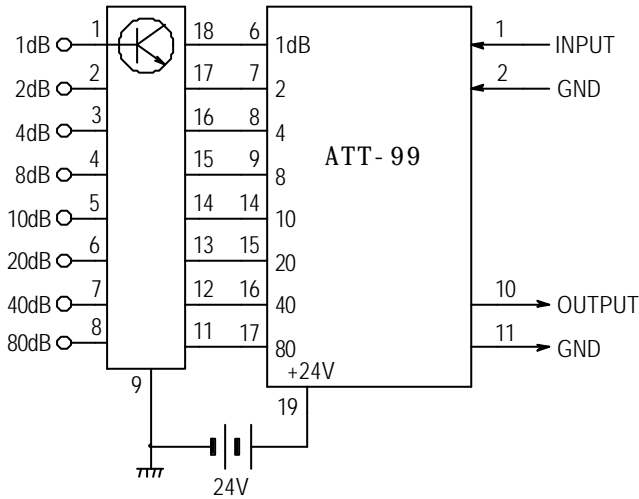
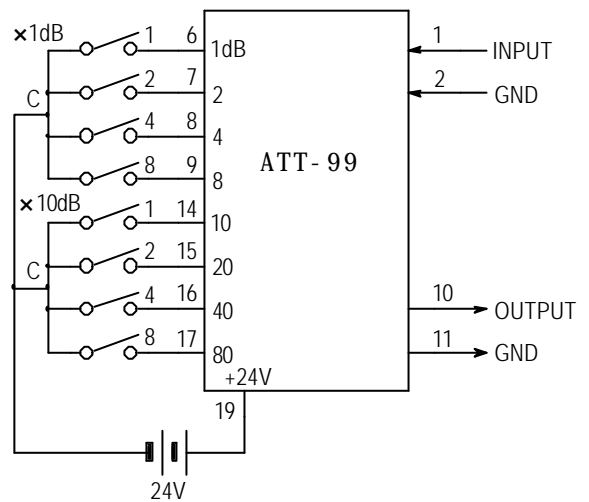

図 1
図 2
- A T T - 9 9 の内部にはリレー駆動回路を内蔵しておりませんから、図 1 のようにトランジスタ・アレーまたは個別トランジスタを用いてリレーを駆動します。またデジタル スイッチを用いる場合は、図 2 の様に直接接続できます。